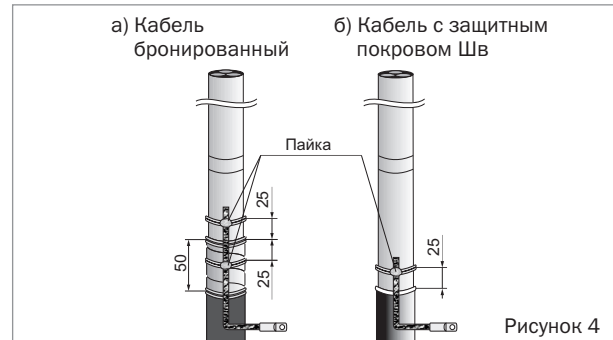

Рисунок 4
- Выполнить пайку провода заземления вместе с бандажом припоем ПОС. При пайке использовать паяльный жир. Место пайки должно образовать гладкую выпуклую поверхность, а сам провод заземления, пропитанный припоем, не должен являться каналом для проникновения влаги (рисунок 4).